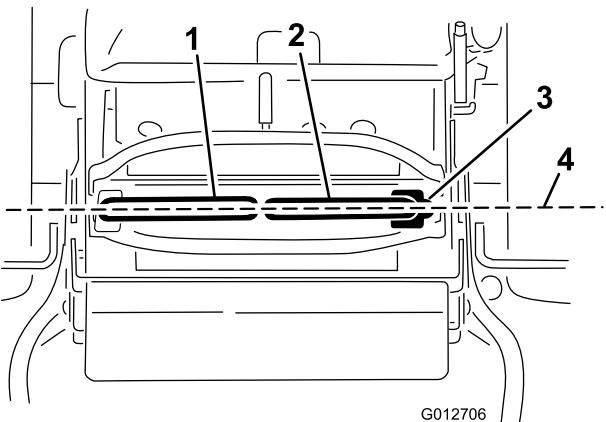

Figura 69
Importante: Compruebe el avance de la máquina después de ajustar las palancas de control de movimiento. Se utiliza el mismo procedimiento para ajustar la dirección y para alinear las palancas de control de movimiento hacia adelante-atrás (Figura 69).
- Una vez ajustada la alineación horizontal, compruebe la alineación adelante-atrás empujando ligeramente hacia adelante las palancas de control para eliminar cualquier holgura del acoplamiento de las palancas de control (Figura 69).